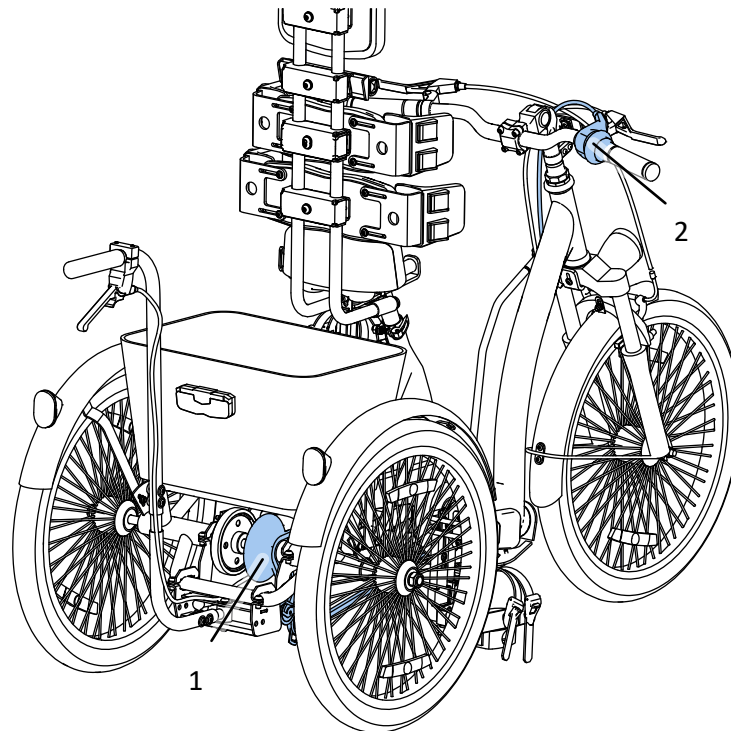

Abb. 5
Die Fahrräder HOP TRIKES 20", 24", 26" (Abb. 5) sind mit einer siebenstufigen Kassette (1) an der Hinterachse ausgestattet, die das rechte Rad der Hinterachse antreibt. Die Umwerfer werden über den Schalthebel (2) am Lenker bedient.